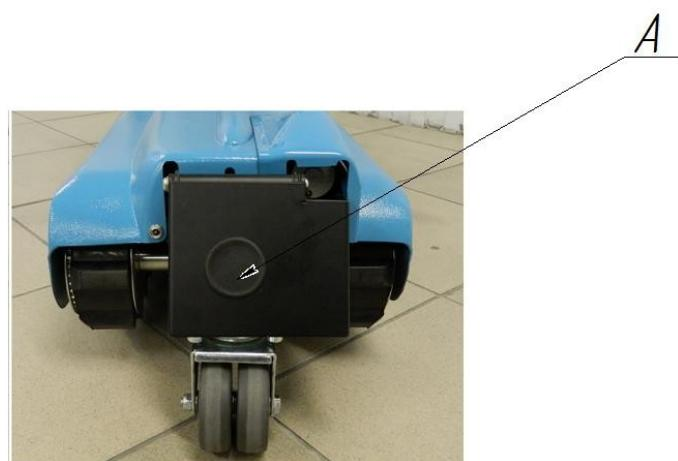

Рис.15. Передняя часть подъемника
- Вынуть пробку «A», находящуюся в передней части подъемника (Рис.15);
- Вставить ключ для аварийного передвижение подъемника на выступающую часть вала редуктора (Рис.15);